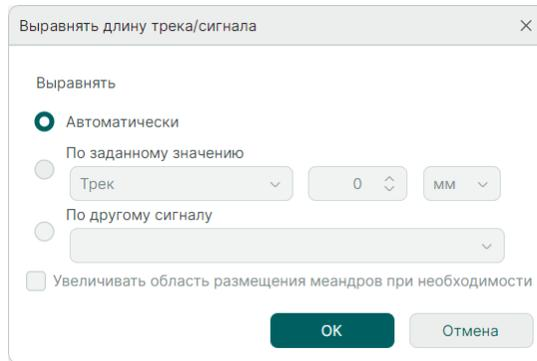

Рис. 386 Выбор режима «Автоматически»
5. Установите флаг в чек-бокс «Автоматически» и нажмите кнопку «ОК», см. Рис. 386.